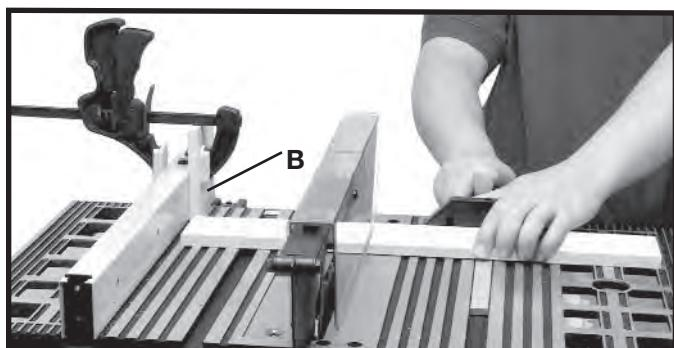

Fig. 39B
Ao executar um corte transversal em um certo número de peças no mesmo comprimento, um bloco de madeira (B) - Fig. 39B - pode ser preso à guia de corte e usado como regulador de corte, como mostra a Fig. 39B. É importante que bloco de madeira esteja sempre posicionado à frente da lâmina de serra conforme demonstrado. Uma vez que o comprimento do corte tenha sido determinado, prenda a guia de corte e use o graminho para introduzir a peça para o corte. Esse bloco de madeira permite que a parte cortada se move livremente na superfície da bancada, sem se prender entre a guia de corte e a lâmina de serra, dessa forma diminuindo a possibilidade de retrocesso e lesão do operador.
CUIDADO **AO USAR O BLOCO (B) FIG. 39B COMO REGULADOR DE CORTE, É MUITO IMPORTANTE QUE A EXTREMIDADE TRASEIRA ESTEJA POSICIONADA PARA QUE A PEÇA DE TRABALHO NÃO TOQUE O BLOCO ANTES DE TOCAR A LÂMINA.**